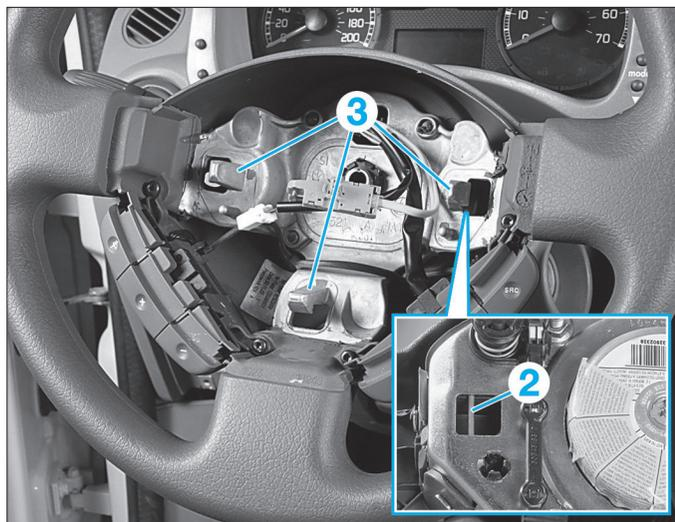
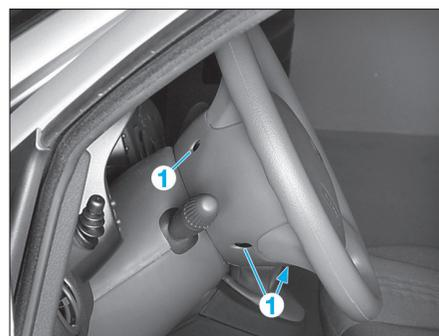

FIG. 2
FIG. 1
- A l'aide d'un tournevis, en agissant dans les orifices (1) situés derrière le volant (Fig.1), faire lever sur les ressorts (2) et décrocher le module d'airbag de ses ancrages (3) (Fig.2).